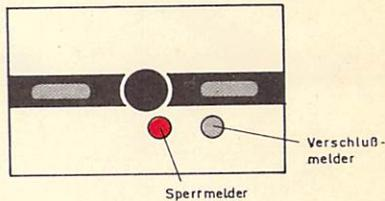

Bild 28
- c) Gleisabschnitte, die mit einer Einzelsperre ausgerüstet sind, werden durch Bedienen der Weichensperretaste | Lichtsignalperretaste und der Gleistaste gesperrt; der Sperrmelder leuchtet rot (vgl. Bild 28). Die Sperrumgehung (vgl. § 7 Abs. 16) ist nicht möglich.